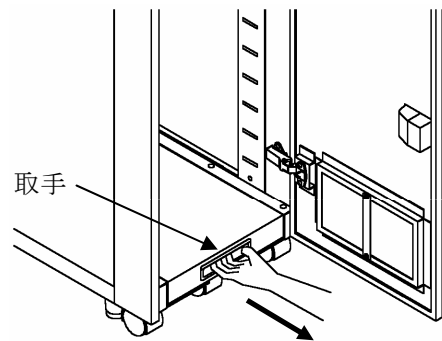

図14 サーバー棚の引き出し
- ① スライド棚の取手をつかみ手前に引き出してください。(図14)